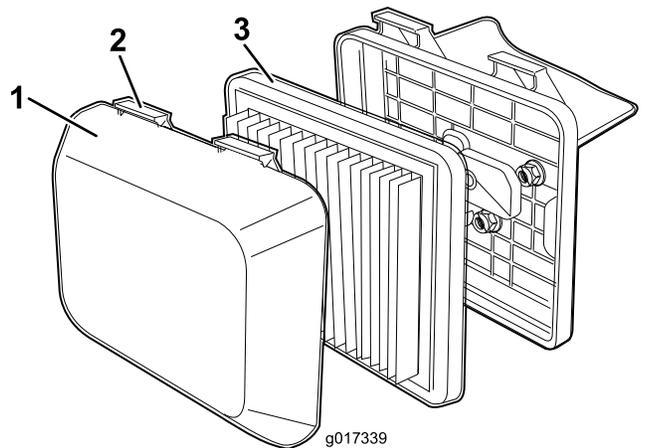

図 19
1. エアクリーナカバーの上部についているラッチのタブを押す 図 19。
3. フィルタを外す 図 19。